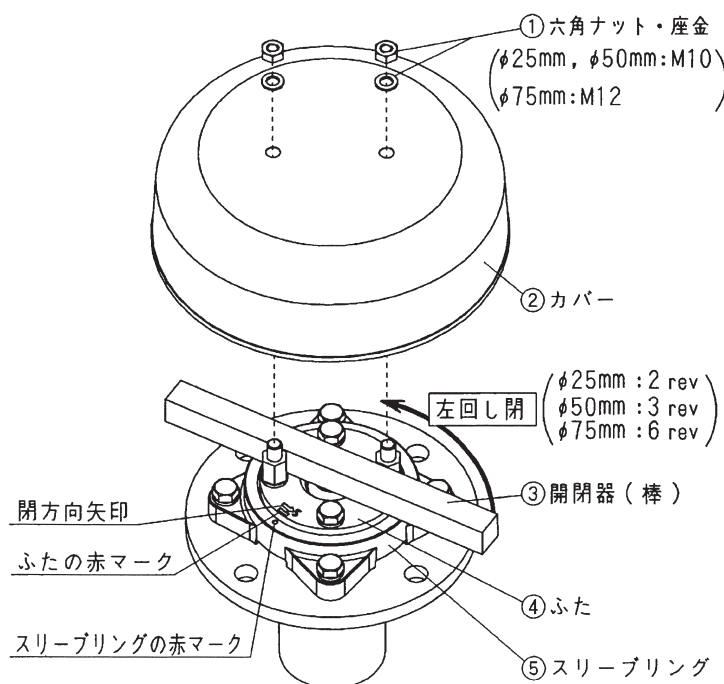
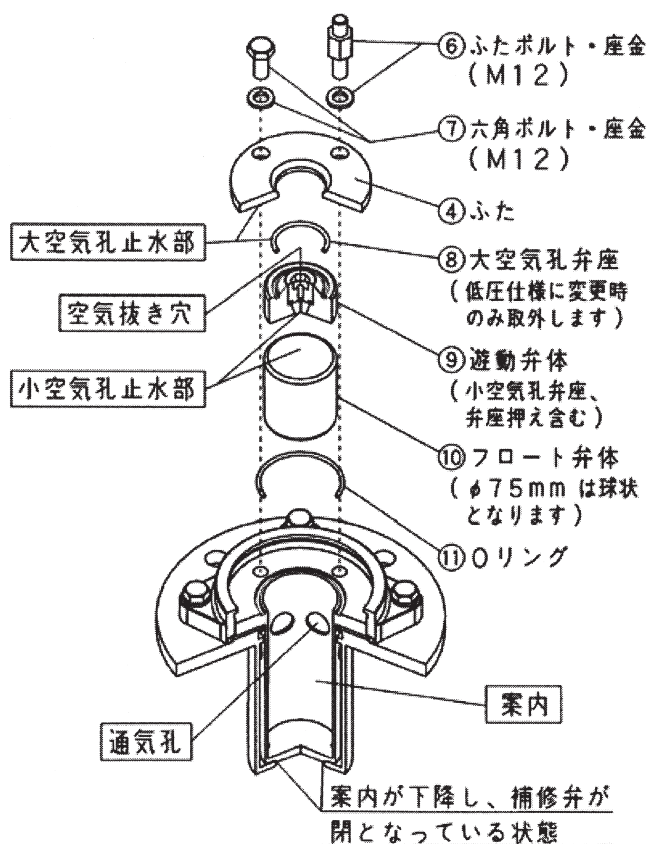
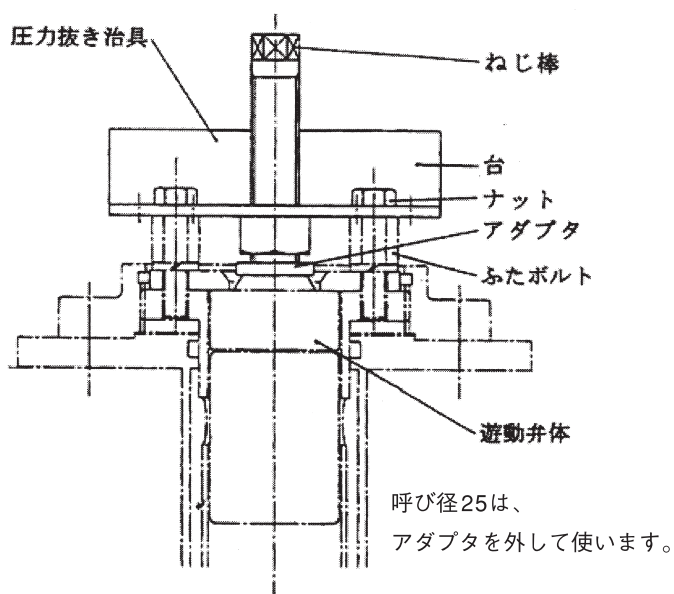

図 1
図 2
図 3
- (1) ①六角ナット・座金、②カバーを取り外します（図1）。
- (2) 補修弁を閉じます。図1の様に、二本のふたボルトに③開閉器（棒）を当て、ゆっくりと左に規定回転数回すと、案内が下降し補修弁が閉じます（図2参照）。この時、④ふた上面の赤マークと⑤スリーブリングの赤マークが一致します。
- (3) ⑥ふたボルト・座金、⑦六角ボルト・座金、④ふたを取り外します（図2）。弁内の残留圧力は、図3の様に圧力抜き治具（オプション）を⑥ふたボルトに取付け、ねじ棒を右に回し⑨遊動弁体を押し下げて圧力を抜いて下さい。圧力抜き治具が無い場合は以下の方法でも行うことができますが、できるだけ圧力抜き治具を使用下さい。
- (4) ⑨遊動弁体、⑩フロート弁体、⑪Oリングを取り出します（図2）。